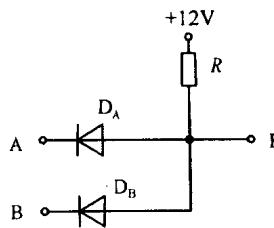

图 1-6 例 1-2 的图
**例 1-2** 在图 1-6 中,当  $U_A=3\text{ V}$ , $U_B=0\text{ V}$  时,求输出端 F 点的电位  $U_F$ 。忽略二极管导通时的正向压降。